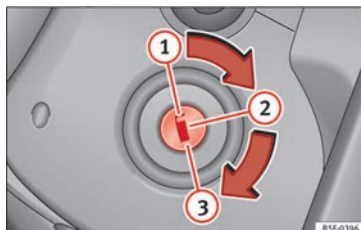

Fig. 131 Posiciones de la llave de contacto.
En esta posición  fig. 131 el encendido y el motor están desconectados, pudiéndose bloquear la dirección.
- Gire la llave de contacto hasta la posición **» fig. 131 ②**. El testigo  se encenderá en caso de precalentamiento del motor.
- En cuanto se apague el testigo, gire la llave de encendido a la posición **③** para poner en marcha el motor y no pise el acelerador.
- Gire la llave de contacto a la posición **» fig. 131 ①**.